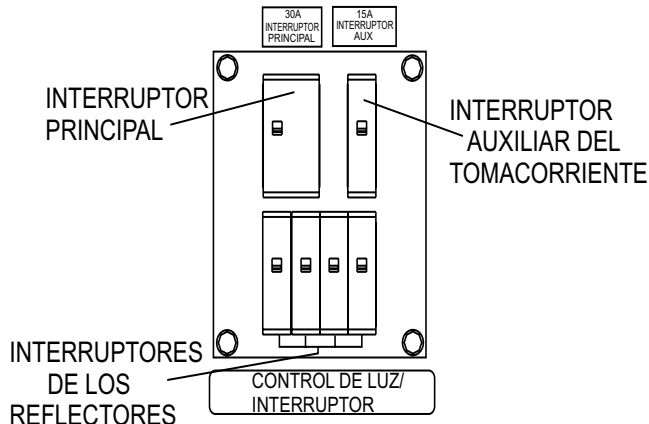

Figura 17. Interruptores del panel de control
1. Coloque el interruptor principal (Figura 17) en el panel de control a la posición ENCENDIDO (ON).